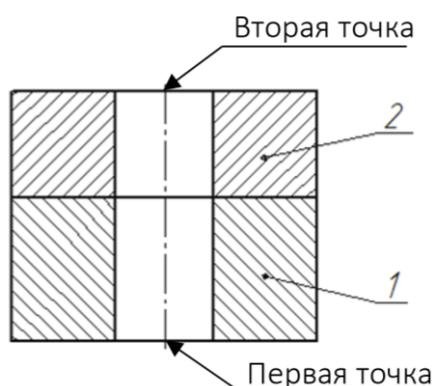

Рисунок 19. – Указание точек для расположения болта
10. На панели свойств **Вставка детали** поставьте галочку напротив пункта **Создавать объект спецификации** и ниже выберите **проставить новое обозначение позиции**. Для того чтобы правильно расположить болт на чертеже, укажите мышкой последовательно первую и вторую точки (рисунок 19).